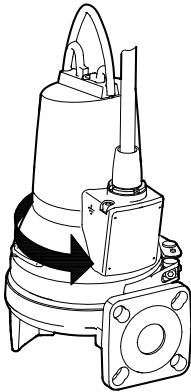

Рис. 10 Направление рывка
3. Если насос подключен правильно, рывок будет в сторону, противоположную направлению вращения. См. рис. 10.